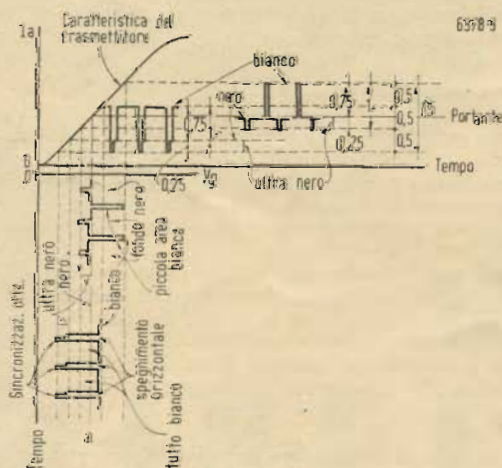
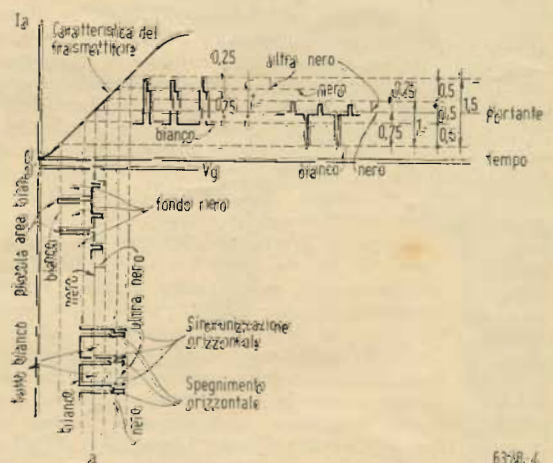

Fig. 3. - Trasmissione senza componente continua, con modulazione positiva, di un segnale tutto bianco e di un segnale tutto nero salvo una piccola area bianca.
Fig. 4. - Trasmissione senza componente continua, con modulazione negativa, di un segnale tutto bianco e di un segnale tutto nero salvo una piccola area bianca.
La fig. 3 rappresenta le condizioni di lavoro dello stadio finale di un trasmettitore per soli segnali alternati, modulato positivamente (ai segnali di sincronismo corrisponde il minimo valore della portante) in corrispondenza di un segnale tutto bianco e di un successivo segnale tutto nero tranne una piccola area bianca. In fig. 3 si sono riportate nel sistema di assi di origine 0 in ascisse il tempo, in ordinate la corrente anodica dello stadio finale del trasmettitore; mentre si sono riportate nel sistema di assi di origine 0' in ascisse le tensioni di griglia e in ordinate ancora la cor-
Analoghi rilievi possono essere dedotti dalla fig. 4 che rappresenta la stessa situazione di lavoro di fig. 3 quando però si pratici la modulazione negativa anziché la positiva. Nel caso di fig. 4 è il ginocchio superiore che non può essere sfruttato per l'amplificazione dei segnali di sincronismo. Si intende che tanto in fig. 3 quanto in fig. 4 non potrà essere sfruttato il ginocchio (rispettivamente superiore ed inferiore) corrispondente ai picchi di segnale video, per evidenti ragioni di evitare distorsioni del segnale riprodotto.
b) Assunto uguale a 1 l'ampiezza di entrambi i segnali, è sufficiente disporre di un trasmettitore la cui caratteristica consenta l'amplificazione indistorta di una tensione pure uguale a 1, per cui la potenza del trasmettitore è pienamente sfruttabile. Nei confronti della trasmissione senza componente continua (fig. 3) si ha ora un guadagno di tensione del 50%, pari a un guadagno di potenza di uscita nel rapporto di $(1,5/1)^2 = 2,25$. Si noti che tale aumento di potenza è ottenuto senza aumentare il campo di interferenza del trasmettitore, in quanto la potenza irradiata è sempre la stessa, ma è meglio utilizzata coll'introduzione della componente continua.